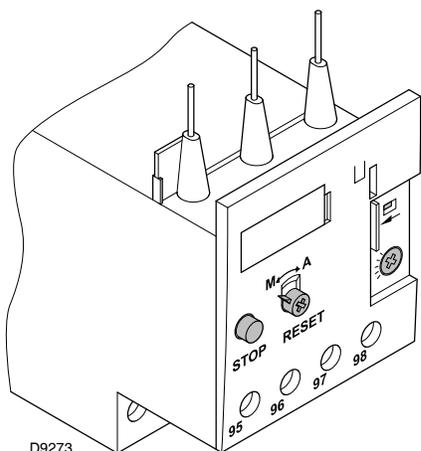

Fig. 27
El relé térmico electromecánico (Fig. 27) se utiliza para evitar daños al motor debidos a un incremento en la absorción o la pérdida de fase.
- Para reiniciar, en caso de una intervención del relé térmico, presione la tecla "RESET" (Fig. 27).
- La tecla "STOP" (Fig. 27) abre el contacto NC (95-96) y detiene el motor.